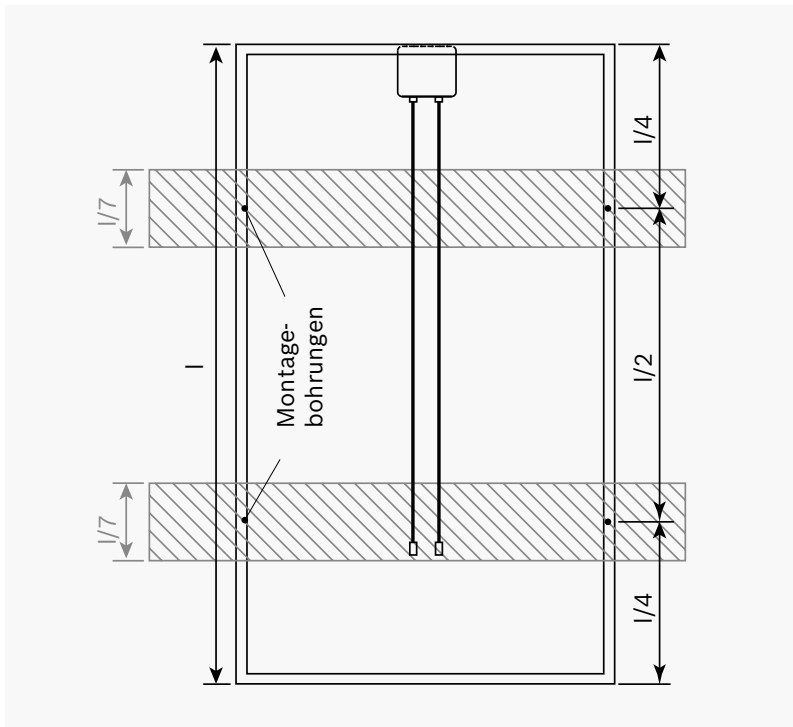

Abbildung 1: Befestigungsbereich vertikal zur direkten Montage
- ▶ Befestigungsbereiche nach **Abbildung 1** und **2** beachten.